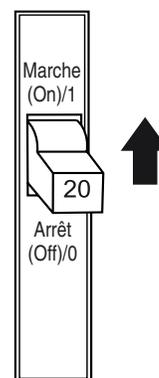

Figure 62. Disjoncteur GFCI
2. Placez un **disjoncteur GFCI** (Figure 62) en position de marche **ON**.